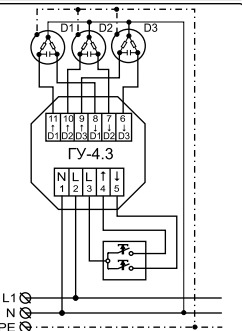

Рисунок 1. Типовая схема подключения ГУ-4.3
- Ознакомиться с типовой схемой подключения (см. рис. 1).
- Подключить контакт выключателя, отвечающий за направление движения «ВВЕРХ», к клемме 4 устройства (см. рис. 1).
- Подключить контакт выключателя, отвечающий за направление движения «ВНИЗ», к клемме 5 устройства (см. рис. 1).
- Подключить общий контакт выключателя к клемме 3 (см. рис. 1).